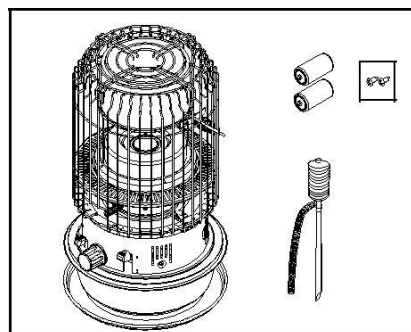

Рис.2
1. Достаньте обогреватель и комплектующие из коробки: (рис.2)